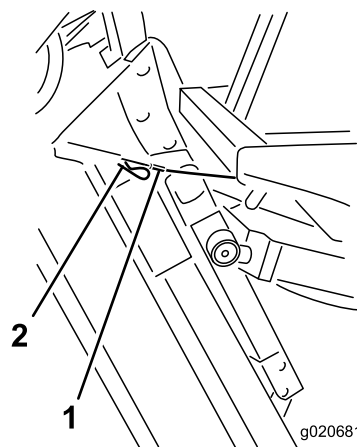

Figure 83
6. Tout en maintenant l'unité à la verticale, placez l'extrémité du câble sur l'axe du bras de levage et fixez-le en position à l'aide de la goupille fendue (Figure 83).